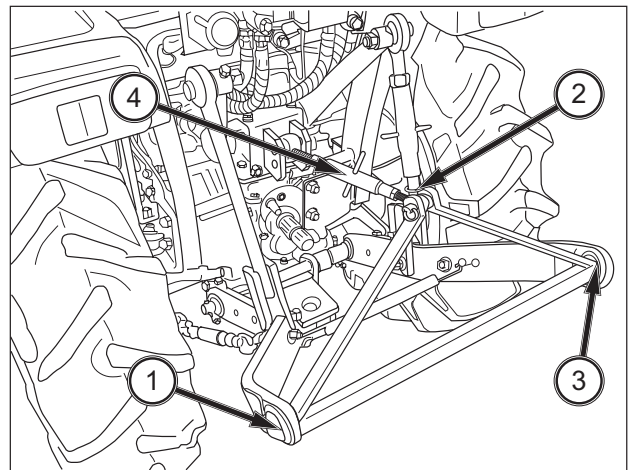

ABB. 96
**ABB. 96:** Den Kugelkopf des linken Unterlenkers (1) über den Zapfen des Anbaugeräts führen und mit einem Vorstecker sichern. Die Höhe des rechten Unterlenkers mit der Spannschraube (2) einstellen. Den rechten Unterlenker (3) mit einem Vorstecker befestigen und sichern. Den Oberlenker (4) an der Oberseite des Anbaurahmens mithilfe des zum Traktor gehörenden Stifts anbringen. Den zylindrischen Mittelteil des Oberlenkers drehen, um diesen zu verlängern oder zu verkürzen, und das Anbaugerät von vorne nach hinten ausrichten. Das Anbaugerät kann nach dem Anbringen mithilfe der Spannschrauben von Hubgestänge und Oberlenker ausgerichtet werden. Alle Einstellungen sichern.